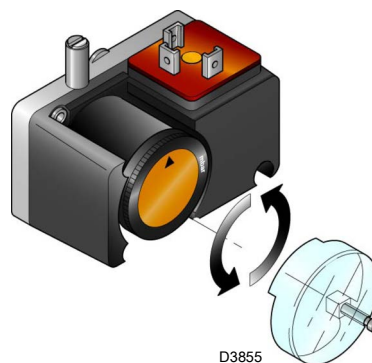

图 33
- ▶ 设定最小燃气压力开关 (图 33 页 36) 至量程的起始位置。
在调节燃烧器、燃气阀和阀组稳定器后，再调节低燃气压力开关（图 33）。